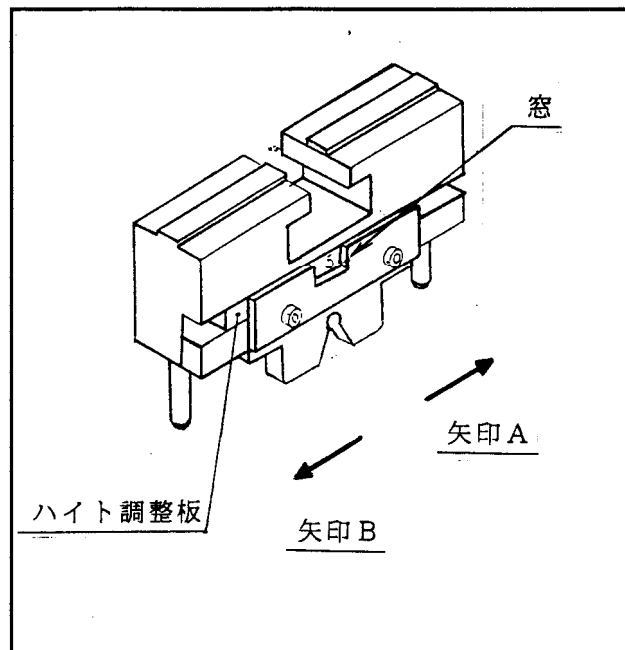

図 6
- ①図 6 の 2 本のボルトを緩めて下さい。
- ②ハイト調整板を矢印 A 又は B 方向に動かし、数字が窓の中心になる様にセットして下さい。
- ③クリンパを上押し、ボルトを締め付けて下さい。